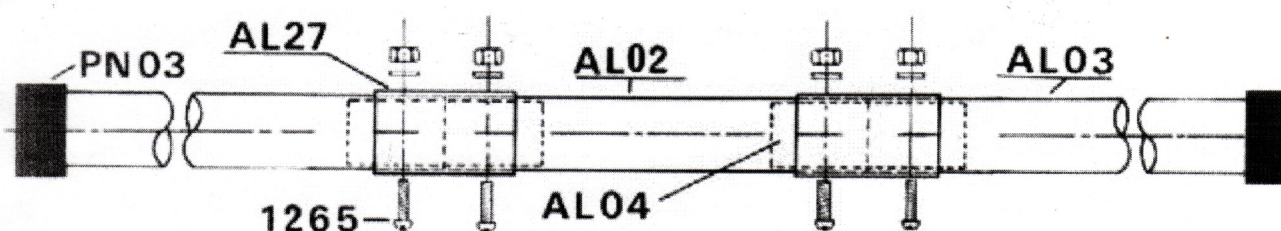
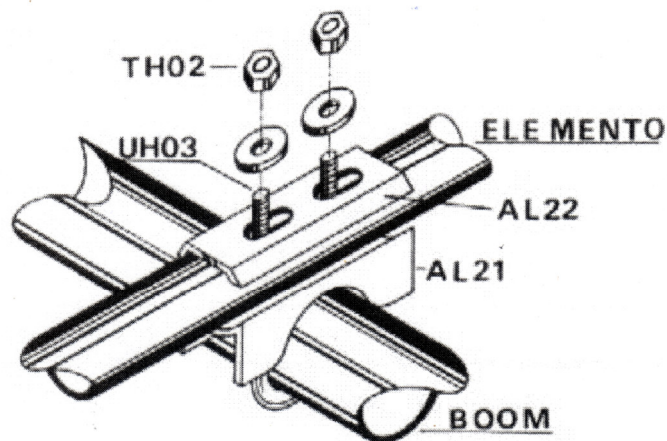

FIG:1
FIG. 3
Obtenga la longitud total del boom como se indica en la Fig. 1
En el armado del irradiante, antes de colocar el Tubo Unión de Trampas (AL16) intercale previamente un Anillo de Compresión (AL09) para posteriormente incorporar los Radiales Capacitivos (Ver detalle en la Fig. 3)
1) Afloje el irradiante de las grampas U (UH04) hasta que éste gire sobre el soporte horizontal. Ahora el irradiante girará libremente. Colóquelo en forma vertical y quedará paralelo al mástil. Los retoques de las medidas más adelante indicadas deberán efectuarse a ambos lados del irradiante. El orden de ajuste es de acuerdo a la banda a corregir. Para 10 Mts. Afloje la grampa de compresión sobre el tubo AL13X y aproxime o aleje el subconjunto (C-04). Para 15 Mts. Cortando en pocos cms. el Radial Suplementario (AB02) Fig. 3 sube la frecuencia de resonancia. Para 20 Mts. varíe las medidas (FO 300 / CW 380) Fig. 1. Para 40 Mts. las medidas (FO 1800 / CW 1830). Recuerde que acortando longitudes sube la frecuencia y viceversa. Todos los ajustes deben ser en pocos cms. por vez. Grafique nuevamente la ROE y sujete nuevamente el irradiante al soporte horizontal.